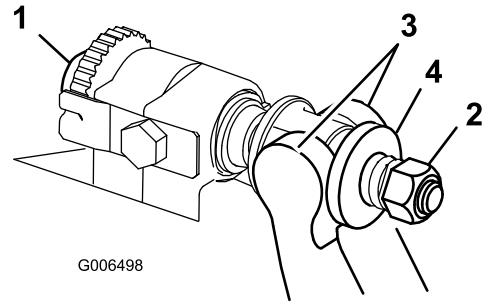

图 29
1. 逆时针旋转底刀架调节螺丝将底刀后撤离开滚刀图 29。
2. 退出弹簧加压螺母直到垫圈不再对底刀架图 29 施压。